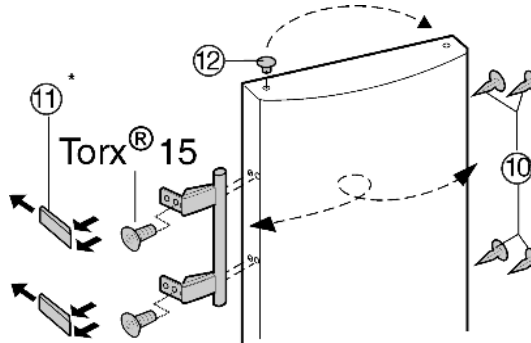

Fig. 8
- Wyciągnąć wkładkę Fig. 8 (12) z zawiasu drzwi i przełożyć na drugą stronę.
- Zdemonstrować uchwyt drzwi, zatyczki Fig. 8 (10) oraz płytki dociskowe Fig. 8 (11) i przełożyć je na przeciwną stronę.